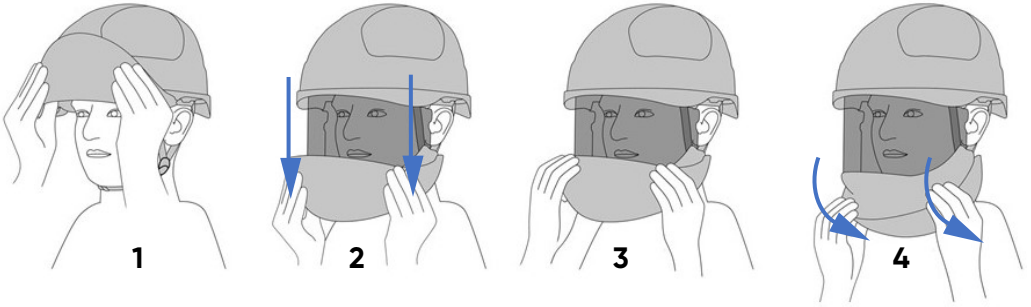

Fig. 6
1. Per abbassare (aprire) lo schermo facciale (Fig. 6), bisogna afferrarlo leggermente con entrambe le mani, con i pollici posizionati all'interno (1) e tirarlo (2) fino alla sua totale rimozione fuori dall'elmetto (3), e in seguito girare la mentoniera tirandola verso di sé (4), fino a sentire un click delle cerniere sul sottogola.